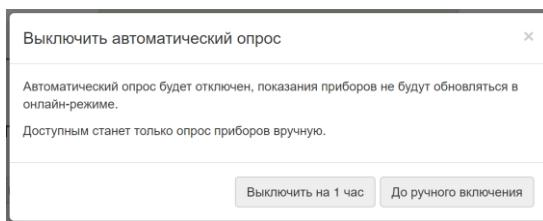

Рис.6.2.3
**Выключить авт. опрос** – нажатие данной кнопки приведет к открытию меню выбора периода отключения опроса (на 1 час либо до ручного включения). (См. Рис.6.2.3).